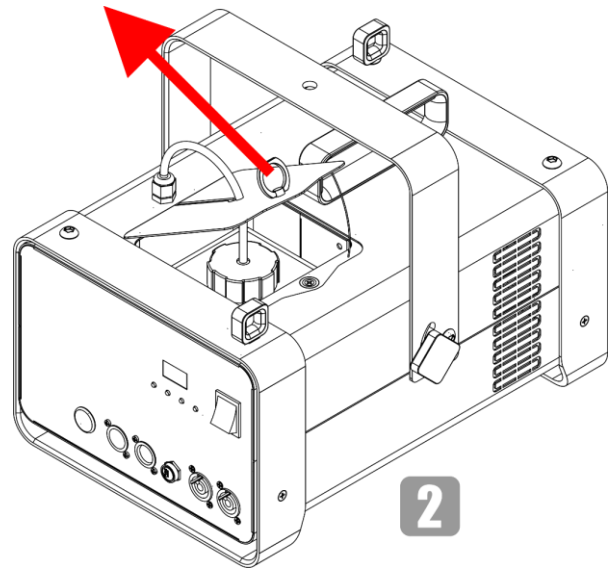

Abb. 10
- 02) Öffnen Sie den Servicedeckel (Abb. 10).